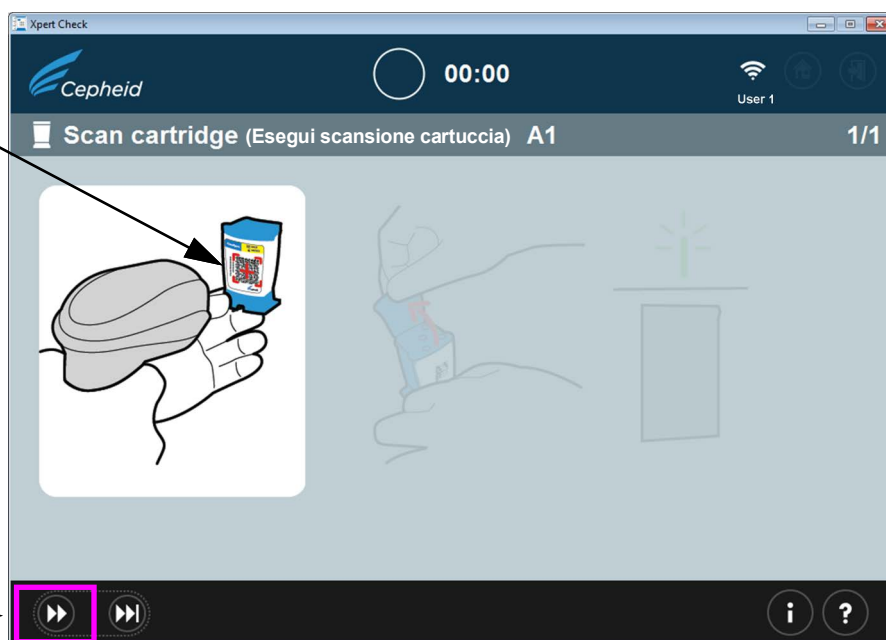
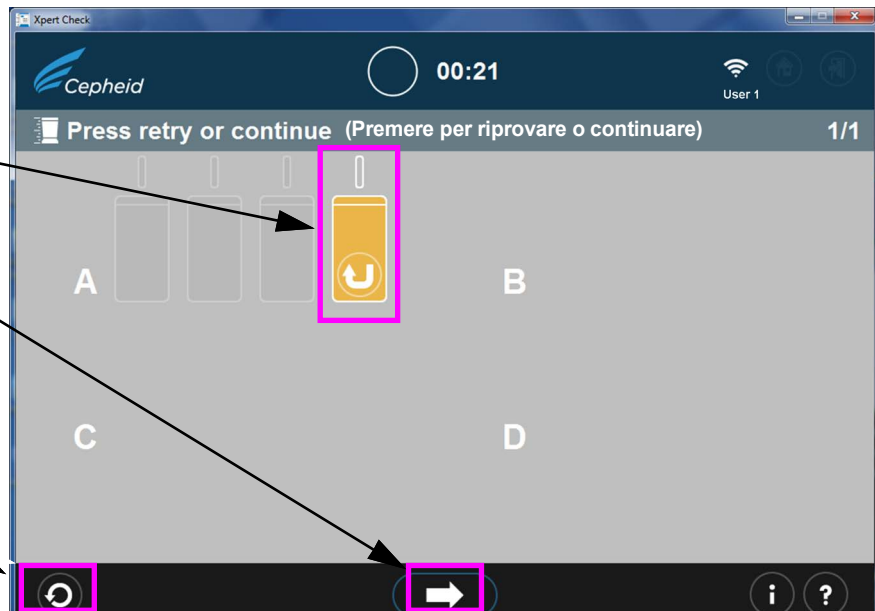
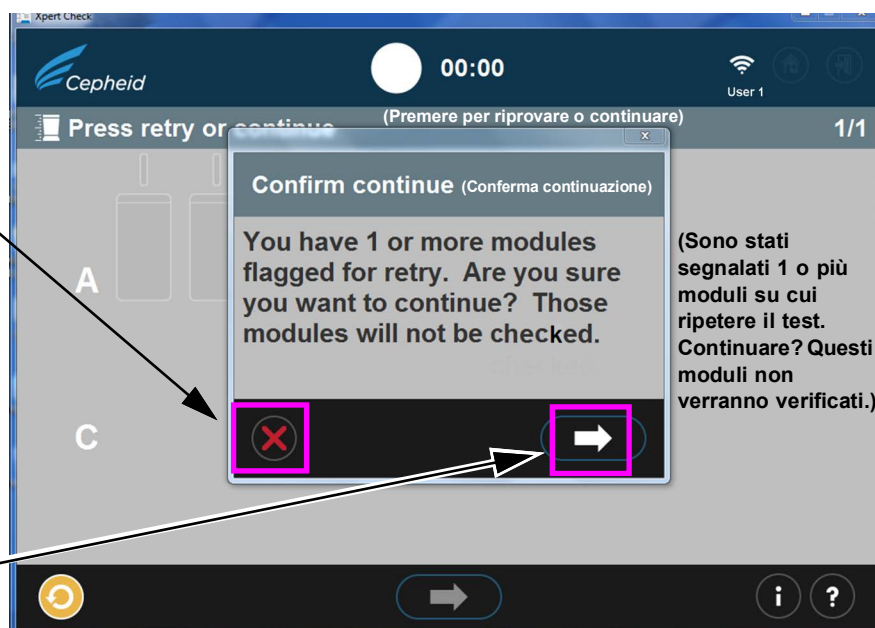

Figura 2-14. Schermata di scansione del codice a barre della cartuccia
Figura 2-20. Schermata di completamento del test - Esempio di verifica del modulo non superata
Figura 2-21. Finestra di dialogo Conferma continuazione
17. Eseguire la scansione del codice a barre della cartuccia. Nella Figura 2-14 è illustrata la scansione del codice a barre di una cartuccia. Non sostituire una cartuccia con un'altra dopo aver eseguito la scansione.
19. Al termine del test, lo sportello del modulo si apre e la spia al di sopra si spegne. Verranno visualizzate delle schermate simili a quelle riportate nella Figura 2-19 o nella Figura 2-20. Toccare o fare clic sulla freccia a destra per continuare.
- B. Se il test non è stato superato, verrà visualizzata la schermata riportata nella Figura 2-20, che mostra lo stato del modulo. In questo caso è necessario ripetere il test. Toccare o fare clic sull'icona **Riprova (Retry)** nell'angolo in basso a sinistra della schermata.
Pulsante Continua. Toccare o fare clic per continuare senza ripetere il test. Vedere la Figura 2-21.
- C. Se si preme la freccia **Continua (Continue)** in basso quando la schermata indica che il test di un modulo non è stato superato (come mostrato nella Figura 2-20), si visualizza la finestra di dialogo Conferma continuazione (Confirm continue). Vedere la Figura 2-21.
- D. Se viene visualizzata l'icona Riprova (come mostrato sopra nella Figura 2-21, in basso nella schermata), toccare o fare clic su questa icona per tornare alla schermata per la scansione del codice a barre della cartuccia (Figura 2-14) e completare la ripetizione del test sui moduli coinvolti.
A completamento della procedura di raccolta dati Xpert Check, i moduli per i quali il sistema stabilisce la necessità di assistenza vengono segnalati con un'icona di modulo color arancio (vedere la Figura 2-20). Per ulteriore assistenza in caso di manutenzione o sostituzione dei moduli, contattare il provider ASP di zona o l'ufficio locale del supporto tecnico di Cepheid.